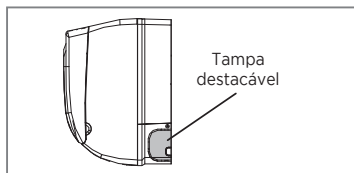

FIG. 13
- Retire a tampa destacável da unidade (Fig. 13) e passe a tubulação através da parede (repita o procedimento acima para cortar e instalar o tubo de 75 mm).